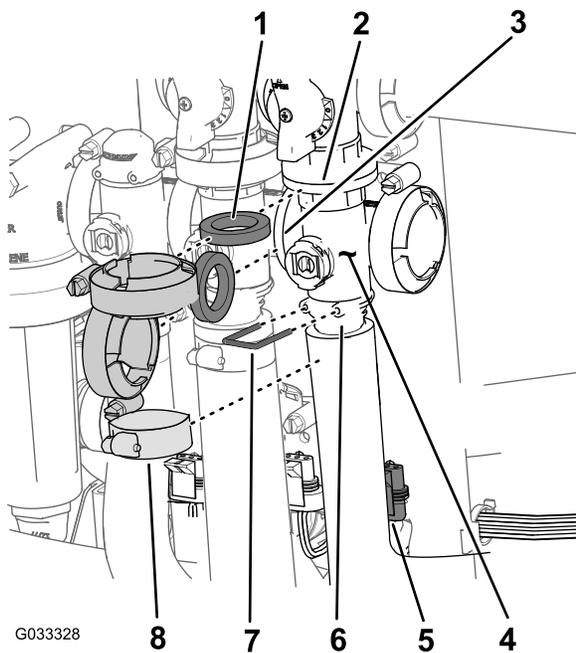

Bild 72
1. Entfernen Sie die Klemmen und Dichtungen, mit denen der Verteiler für das Hauptabschnittventil (Bild 72) am Sicherheitsventil des Hauptabschnitts, am Rührwerkventil und am Ventils des Hauptabschnittverteilers (am Ende des Schlauchs für das Durchflussmessgerät) befestigt ist.
2. Entfernen Sie den Halter, mit dem das Auslaufanschlusstück am Verteiler für das Hauptabschnittventil befestigt ist (Bild 72).